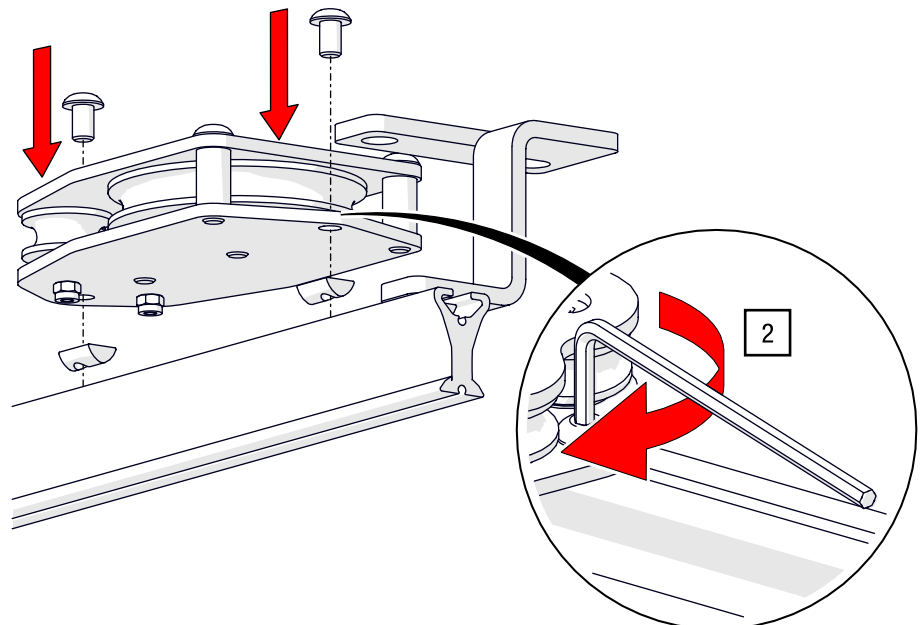

Abb. 71: Obenliegende Seilführung – Umlenkrolle montieren
2. Positionieren Sie die vormontierte Umlenkrolle an einem Schienenende und ziehen Sie die Schrauben mit den im Schienenprofil positionierten Nutensteinen mit einem ISK SW 3 fest (siehe Abb. 71).